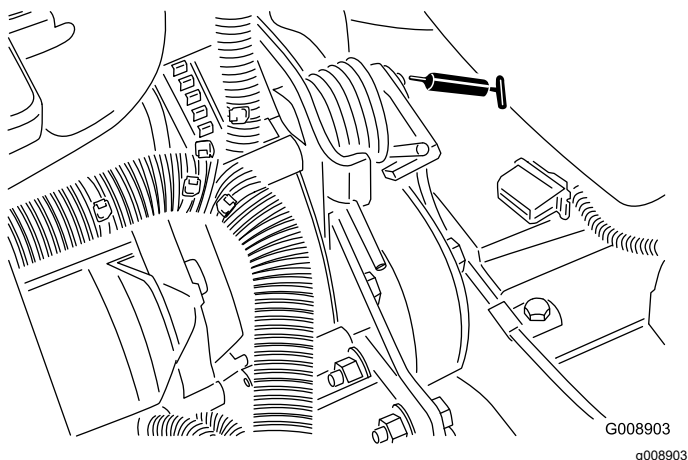

Figura 60
- Perno di tensionamento della cinghia (Figura 60)